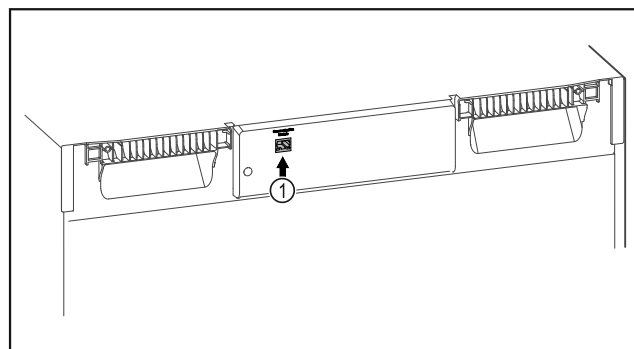

Fig. 95
- Vstavljen je SmartModule Fig. 95 (1).